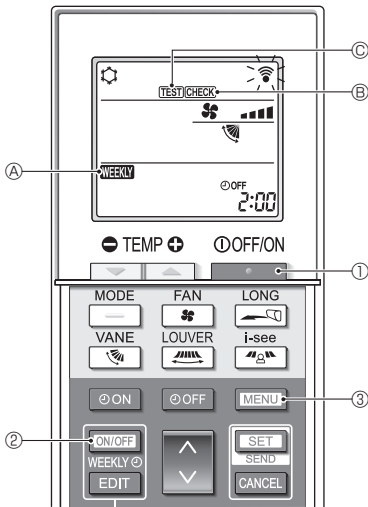

Fig. 7-1
7.1. Proefdraaien (Fig. 7-1)
- Druk op de toets ① om de airconditioner te stoppen.
- Als de Week-timer ingeschakeld is (**WEEKLY** ① is aan), druk dan op de toets ② om de timer uit te schakelen (**WEEKLY** ① is uit).
- Houd de toets ③ gedurende 5 seconden ingedrukt.
- ② gaat branden en het apparaat wordt in de servicestand gezet.
- Druk op de toets ③.
- ③ gaat branden en het apparaat wordt in de proefdraaiestand gezet.